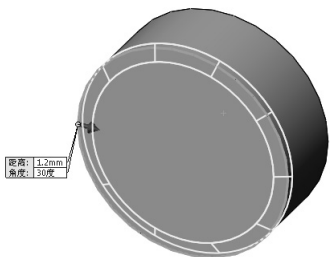

图 4-73 预览螺栓头部基本模型倒角
- [4] 预览螺栓头部基本模型倒角, 如图 4-73 所示。